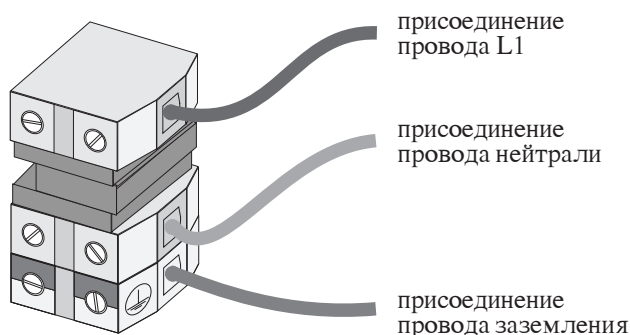

Рис. 4-7 Присоединение выходной проводной разводки
3. Присоедините выходные провода к соединителям выходной клеммной колодки в соответствии с рис. 4-7. Убедитесь в отсутствии неприсоединенных проводов и в том, что винты клеммной колодки затянуты с достаточным усилием.